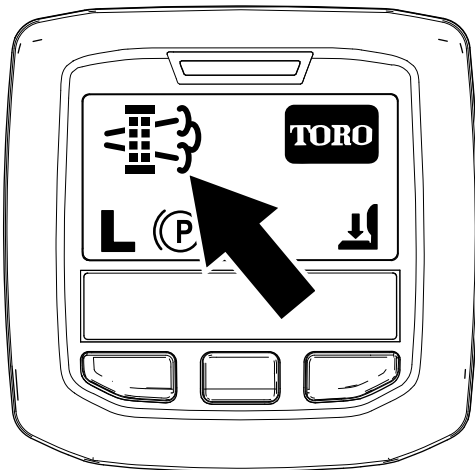

Figure 42
- Quand le calculateur moteur demande une régénération en stationnement ou une régénération d'urgence, l'icône de demande de régénération (Figure 42) s'affiche sur l'InfoCenter.